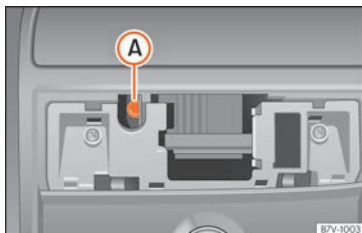

Fig. 18 Tornillo Allen para cerrar el techo corredizo panorámico.
- Introduzca una llave Allen corriente¹⁾ del tamaño 4 mm en el tornillo Allen » **fig. 18 (A).**